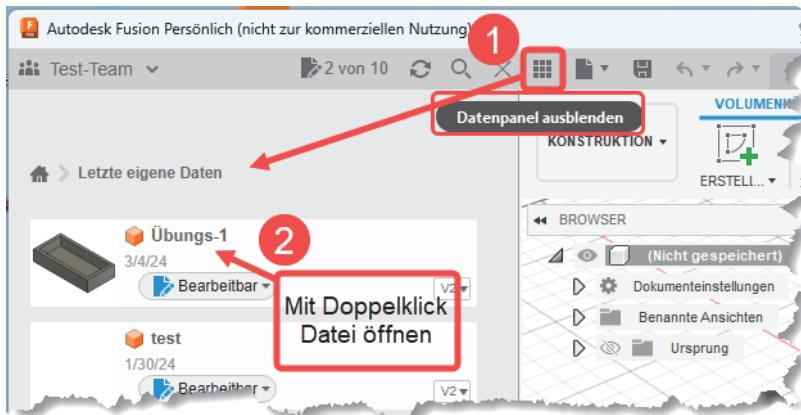

Abb. 1.17: Datei zur Bearbeitung öffnen
Zur Weiterbearbeitung einer gespeicherten Datei blenden Sie das DATENPANEL ① (Abbildung 1.17) ein und öffnen die Konstruktion dort mit einem Doppelklick ②.